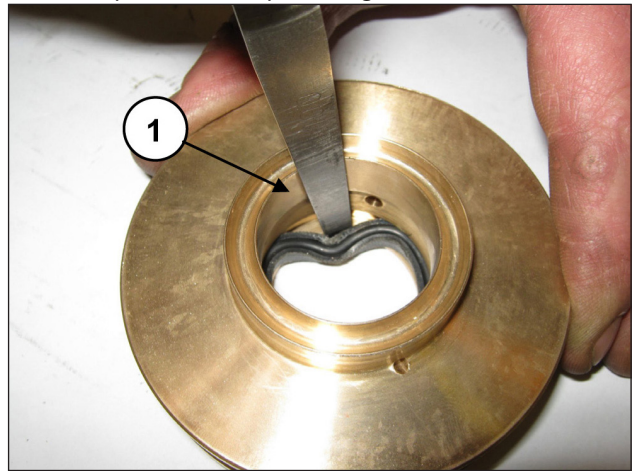

Fig. 174
Para remover o forro de baixa pressão, é necessário usar um medidor de espessura ou uma ferramenta que não danifique o local do suporte do forro (pos. ①, Fig. 174).